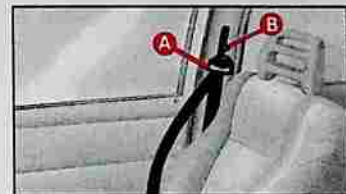

fig. 9
- vers le haut: faire glisser l'anneau de renvoi vers le haut **A**-fig. 9